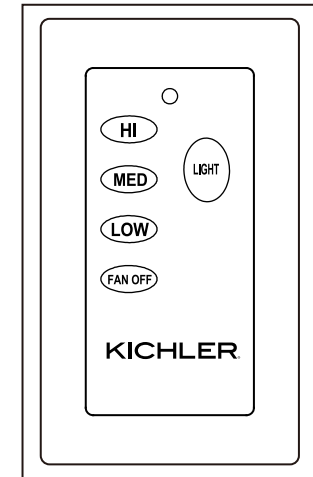

Fig. 18
- Bouton lumière = le bouton "LIGHT" allume ou éteint la lumière et contrôle également le réglage de la luminosité. (Fig. 18)